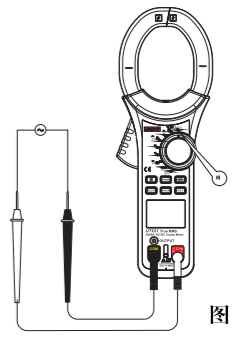

图 8
#### (6) 频率 (Hz) (见图8)
### 6.频率测量 (Hz) (见图8)